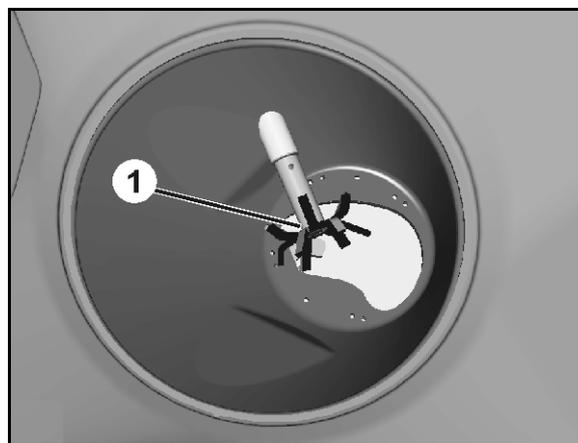

図 15
- 操作端末を使用して電子制御で行う その際、サーボモーターで操作するドーピングスライダー (図 15/1) により様々な開口幅で排出口 (図 15/2) が開きます。
- 設定レバー (図 15/3) を手動操作し、排出口 の開口幅を様々な設定することにより行う これに必要な各シャッター位置は、散布表の指定に基づくか、計算用ディスクを用いて検出します。
排出口の開閉にはドーピングスライダーが油圧式で操作されます (図 15/4) 。